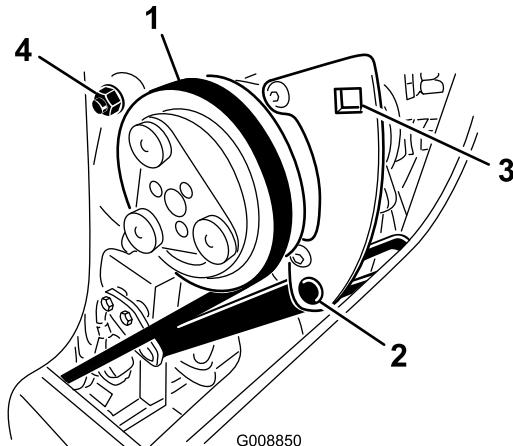

Figura 79
- Afloje el perno de pivot y el perno de ajuste del compresor (Figura 79).
- Introduzca una llave dinamométrica en el taladro cuadrado del soporte del compresor (Figura 79).